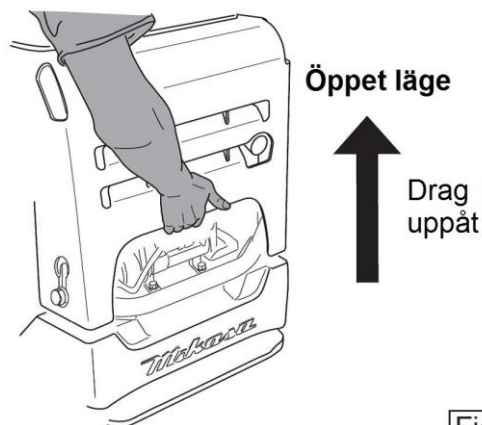

Fig.24
2. Greppa lyftbågen och undre kanten på huvens framsida och drag uppåt. (Fig. 24)